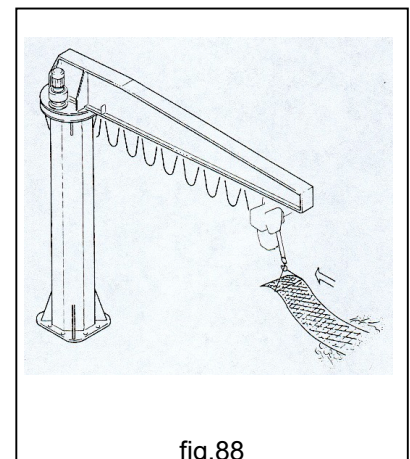

fig.88
- **NUNCA** utilice la grúa para remolcar o arrastrar (fig.88).